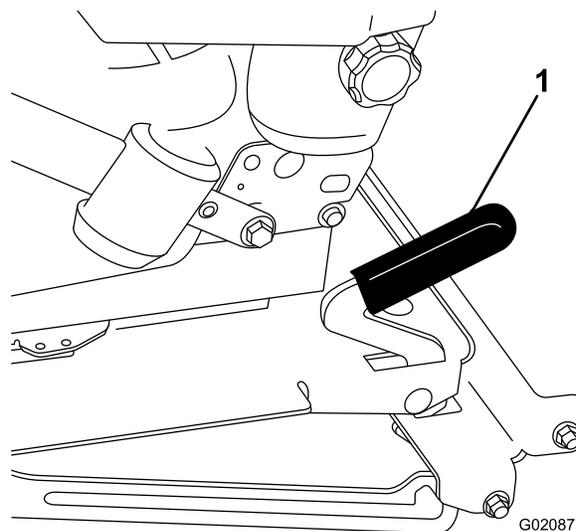

Рисунок 32
2. Потяните рычаг защелки сиденья вперед и вверх, чтобы разблокировать сиденье (Рисунок 32).